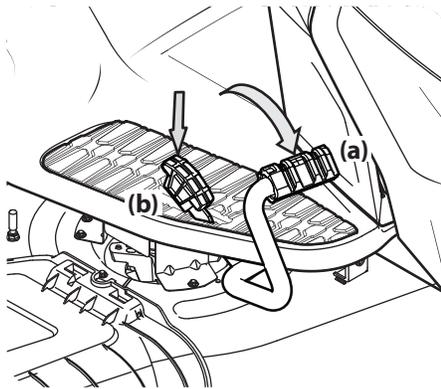

Figure 3-3
2. Pour vous déplacer en MARCHÉ AVANT, appuyez lentement sur la pédale d'accélérateur (a) jusqu'à l'obtention de la vitesse désirée. Voir la Figure 3-3.
3. Pour vous déplacer en MARCHÉ ARRIÈRE, assurez-vous qu'il n'y a pas d'obstruction derrière vous, puis appuyez lentement sur la pédale d'accélérateur (b) avec la plante de votre pied (et pas votre talon) jusqu'à l'obtention de la vitesse désirée. Voir la Figure 3-3.